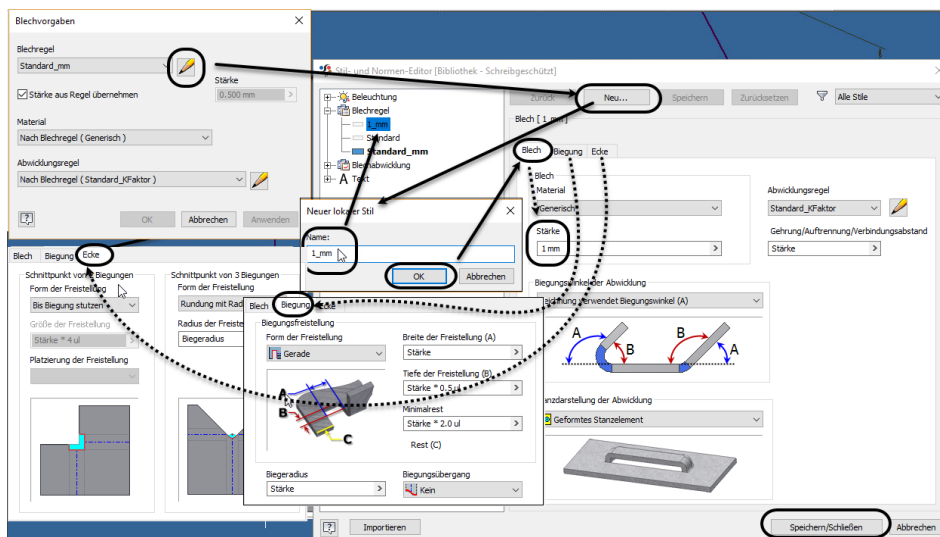

Abbildung 11.5: Blechregel bearbeiten
**standard\_mm** und gehen dann auf das Editierwerkzeug , um eine eigene Blechregel zu erstellen (Abbildung 11.5). Oft genügt es, im Register BLECH die Blechstärke korrekt einzugeben. Die weiteren Einstellungen der Blechregel finden Sie in den Registern BIEGUNG und ECKE. Hier können Sie insbesondere verschiedene geometrische Formen der Freistellungen oder spezielle Freistellungen für unterschiedliche Bearbeitungsarten wie Schweißen, Lichtbogenschweißen oder Laserschweißen auswählen.